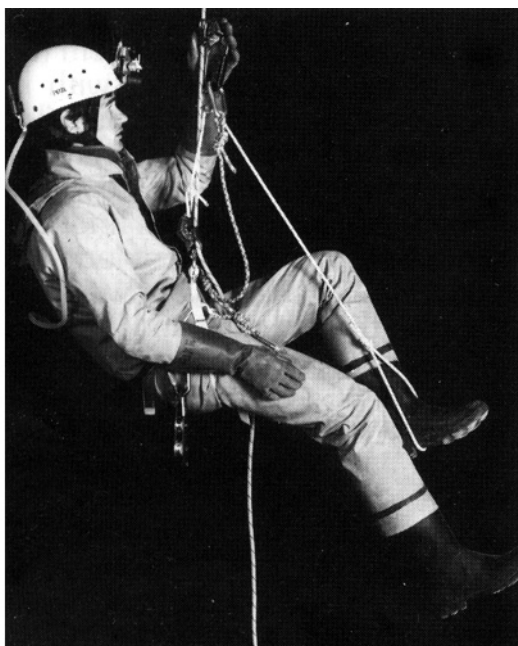

Рис. 1
Почти все Европейские кейверы используют систему «Фрог» (Рис.1,2), также как и многие Австралийские. Зажим на уровне груди (А) прикреплен к²¹ беседке (В), а точнее к беседочному мэйлону (F) с помощью небольшого мэйлона (Н).